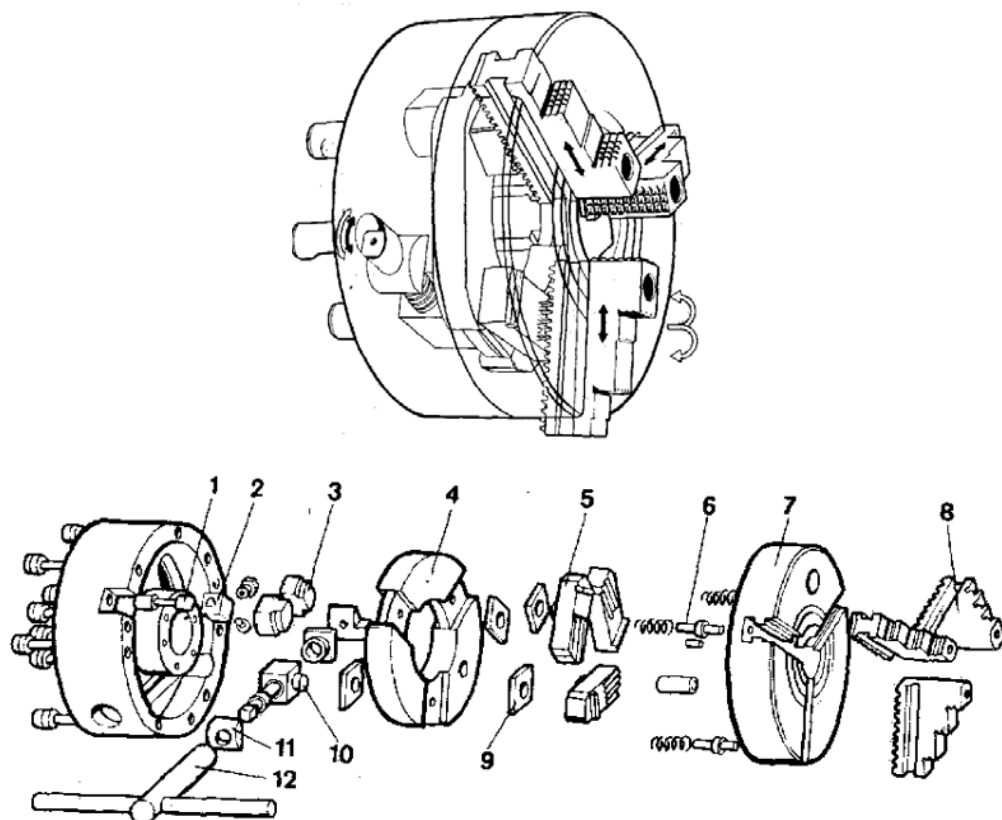

Рис. 24.
1. Составьте описание конструкции и принципа действия приспособления по рис. 24.